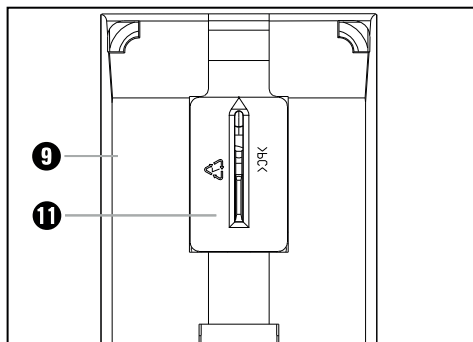

Fig. 1 : Monter le dispositif pare-éclats
- ◆ Par le bas, **11** poussez le dispositif pare-éclats dans la semelle mobile **9** jusqu'à ce qu'il s'enclenche audiblement (flèche vers le haut). Le marquage ▲ du dispositif pare-éclat **11** pointe en direction du côté avant de l'appareil (voir aussi la fig. 1).